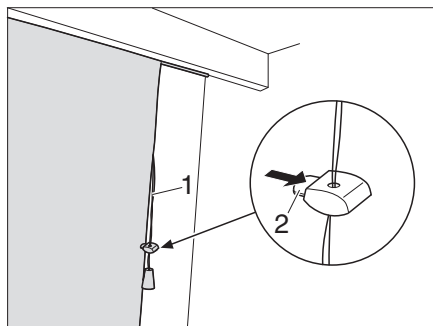

Fig. 88 Tenda a pacchetto
- Tirare la corda (Fig. 88,1) verso il basso. La tenda viene tirata verso l'alto dai nastri e viene sollevata.
- Premere il fermo (Fig. 88,2) sul supporto e spingere il supporto nella posizione desiderata.
- Premere il fermo (Fig. 88,2) sul supporto.